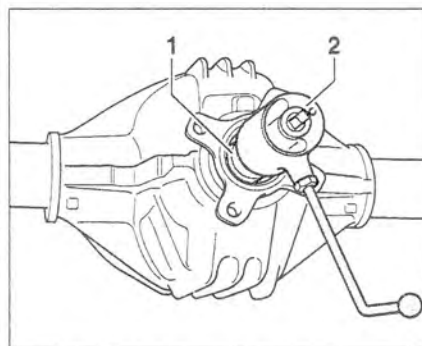

Рис. 5.108. Отрегулируйте момент трения (25-30 Нм) с ключом 2 и гайкой 1 (сальник установлен).
20. Отрегулируйте момент трения (25-30 Нм) с ключом 2 и гайкой 1 (сальник установлен) (рис. 5.108).